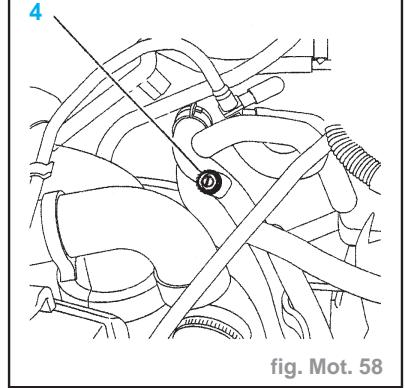

fig. Mot. 58
- Ouvrir la vis de purge (**4**) (fig. Mot. 58).